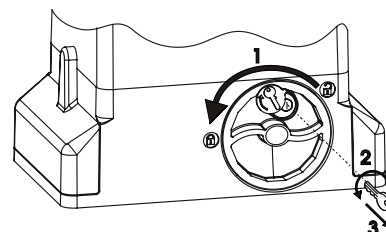

Рис. 22
- 1) Повернуть расцепляющую систему против часовой стрелки до положения остановки, рис. 22 пункт 1.